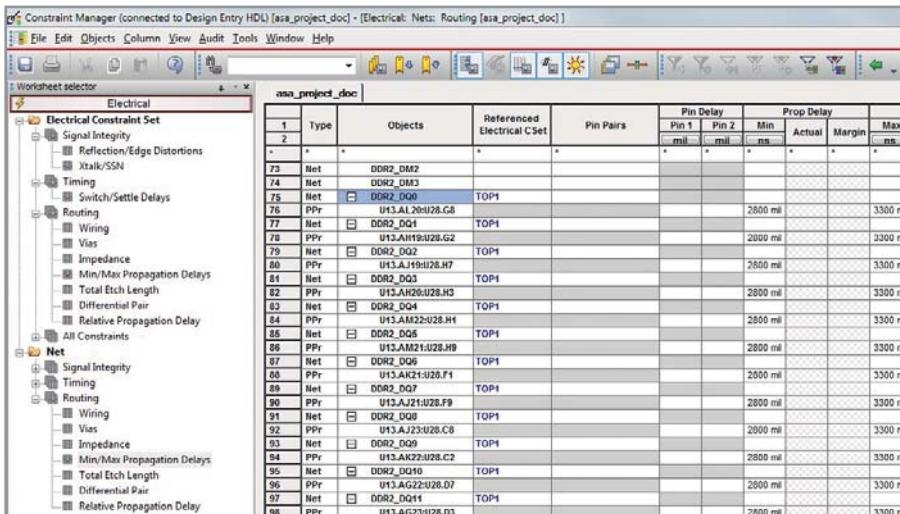

Рис. 11. Задержка сигналов, назначенная через шаблон TOP1
- 6) откроем раздел *Min/Max Propagation Delay*. Все цепи, входящие в состав нашей шины, получили задержку сигнала согласно электрическому ограничению, указанному в *Signal Explorer* (см. рис. 11). Таким образом, процесс назначения ограничений связывает проектирование и моделирование в Allegro в единый процесс.